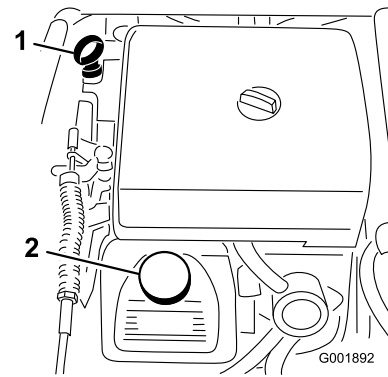

Figura 49
2. Retire a vareta e limpe-a com um pano limpo (Figura 49). Volte a colocar a vareta no tubo e verifique se está completamente introduzida. Retire a vareta e verifique o nível de óleo.
3. Se o nível de óleo estiver baixo, retire a tampa de enchimento da cobertura das válvulas (Figura 49) e adicione lentamente óleo suficiente na abertura até que o nível suba até à marca "Full" (Cheio) da vareta. Adicione o óleo lentamente e verifique o nível com alguma frequência durante o procedimento. Não encha demasiado.
8. Coloque lentamente cerca de 80% da quantidade de óleo especificada no bocal de enchimento do óleo (Figura 49).